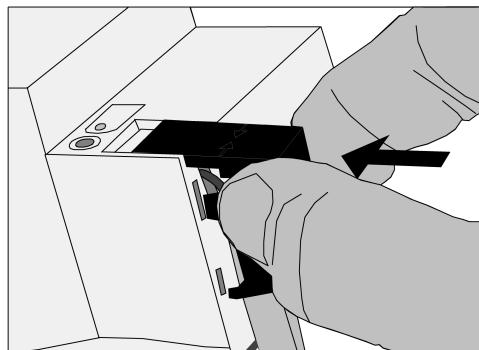

Figura 4: Applicazione della calotta di copertura
- Applicare la calotta di copertura sul morsetto bus e farla scattare in posizione (Vedi figura 4).